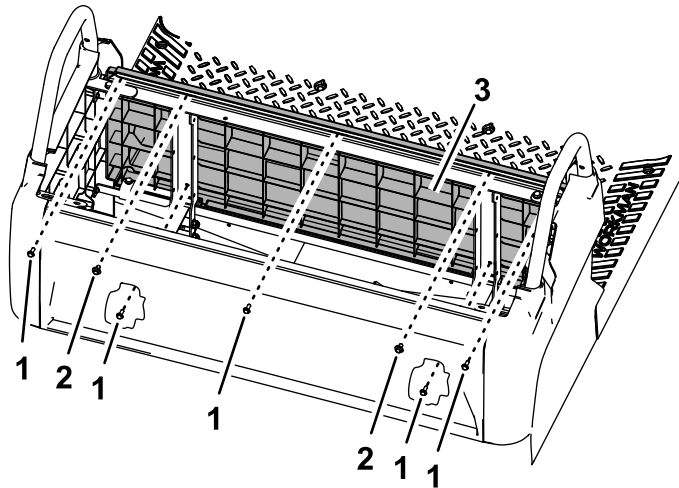

Figure 2
2. Retirez les 5 boulons (n° 10 x 1/2") et les 2 ensembles rondelle-boulon (Figure 2).
5. Déposez le panneau de base arrière du siège (Figure 2).